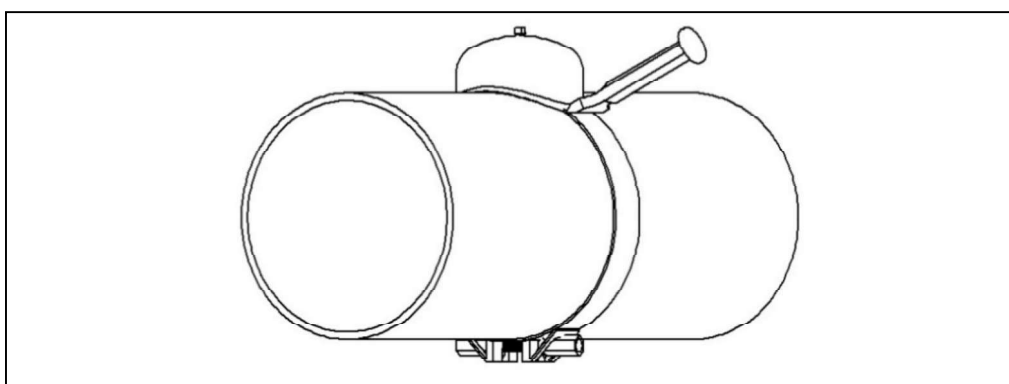

Figura 5
8. Haga una muesca y rompa la banda de tensión cerca de la soldadura valiéndose de un cincel o córtela con un esmeril como se muestra en la Figura 5. Deseche la abrazadera metálica.